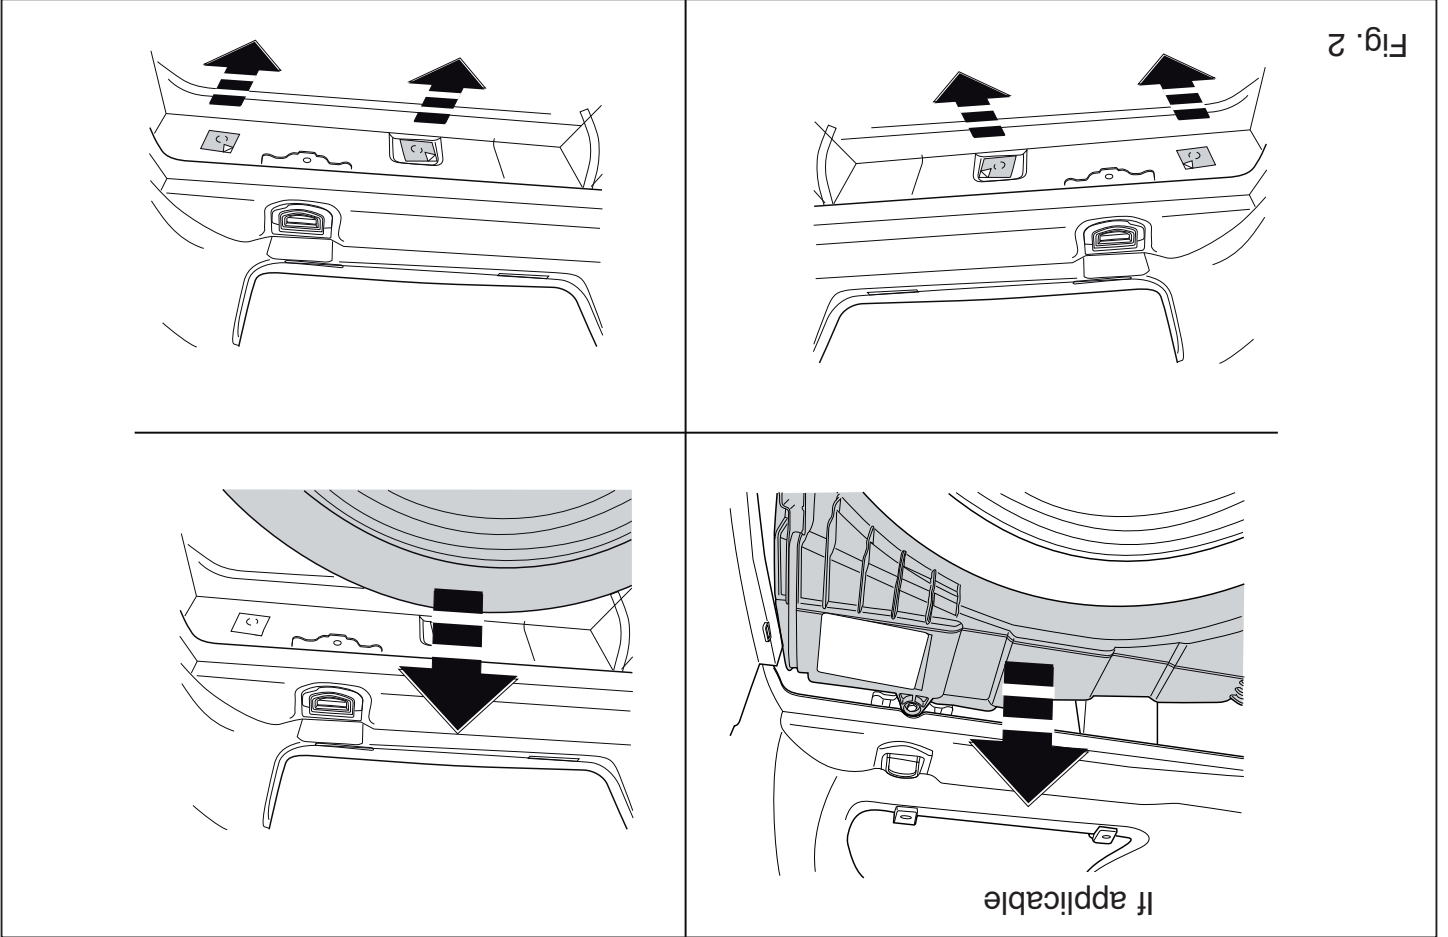

Fig. 2
2. Clear the boot and floor. See figure 2.
3. Remove any stickers that may be present at the points of attachment. See figure 2.
2. Den Fußboden im Kofferraum frei machen. Siehe Abbildung 2.
3. Gegebenenfalls die Aufkleber bei den Befestigungspunkten entfernen. Siehe Abbildung 2.
2. Dégager le plancher du coffre. Voir la figure 2.
3. Le cas échéant les autocollants placés sur les points de fixation. Voir la figure 2.